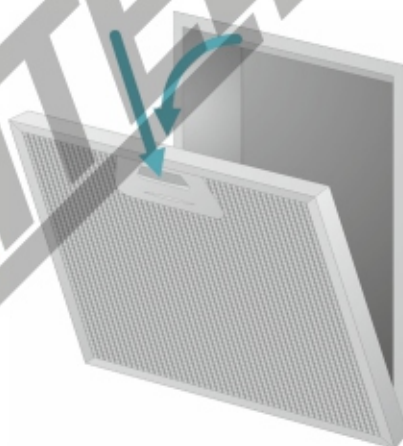

Рис.12 Снятие алюминиевого жиरोулавливающего фильтра
1. Нажмите на защелки на жиरोулавливателем фильтре и снимите фильтр. (Рис. 12)